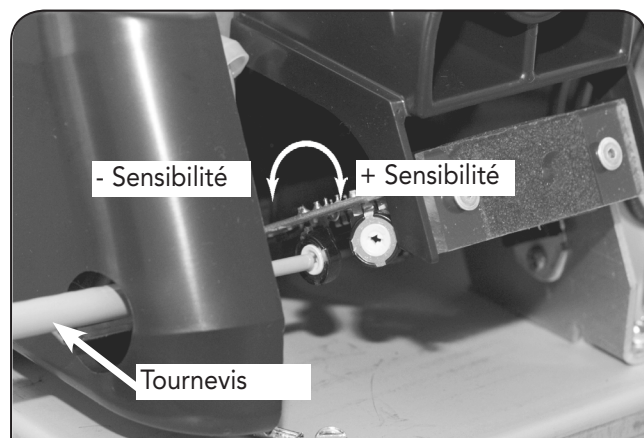

FIGURE 3 – RÉGLAGE DE LA SENSIBILITÉ
7. **Réglage de la sensibilité** – Le capteur est réglé en usine pour se déclencher lorsque les mains sont à 10 à 15 cm du bas du sèche-mains. Pour AUGMENTER LA SENSIBILITÉ, tournez le potentiomètre jusqu'à 1/3 DE TOUR MAX. DANS LE SENS HORAIRE. Pour DIMINUER LA SENSIBILITÉ, tournez le potentiomètre jusqu'à 1/3 DE TOUR MAX. DANS LE SENS ANTIHORAIRE. Voir figure 3.
Vérifiez l'alimentation électrique et le disjoncteur. Assurez-vous que la tension correcte est fournie au sèche-mains. Vérifiez s'il y a des bornes desserrées ou débranchées au capteur. AUGMENTEZ la sensibilité (FIGURE 3) en insérant la lame d'un tournevis plat dans le trou pour tourner AVEC PRÉCAUTION le potentiomètre de réglage situé sur le capteur DANS LE SENS HORAIRE de 1/3 de tour MAX. Si nécessaire, remplacez le capteur.
Assurez-vous que la mousse noire est fixée à l'objectif est que ce dernier est propre. Remplacez en cas d'endommagement. DIMINUEZ la sensibilité (FIGURE 3) en insérant la lame d'un tournevis plat dans le trou pour tourner AVEC PRÉCAUTION le potentiomètre de réglage situé sur le capteur DANS LE SENS ANTIHORAIRE de 1/3 de tour MAX. Si nécessaire, remplacez le capteur.